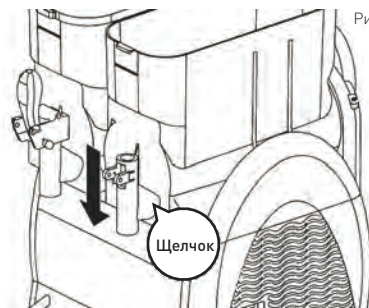

Рис. 22
- Осторожно нажмите на контейнер, чтобы его установить в правильном положении (Смотри: Рис. 22).